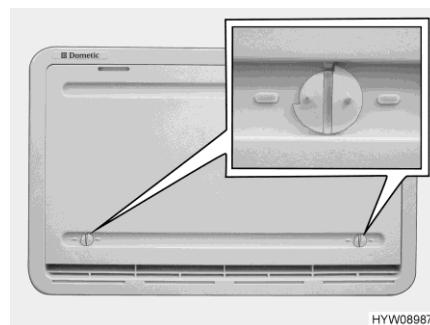

Fig. 145 Copertura invernale (griglia di aerazione del frigorifero)
Le coperture invernali (Fig. 145) proteggono il gruppo frigorifero dall'aria fredda. Posizionare le coperture invernali davanti a entrambe le griglie di aerazione del frigorifero quando la temperatura esterna scende al di sotto di +10 °C (sia per funzionamento elettrico che a gas).
- Aprire entrambi i bloccaggi (Fig. 145), la scanalatura risulterà orizzontale.